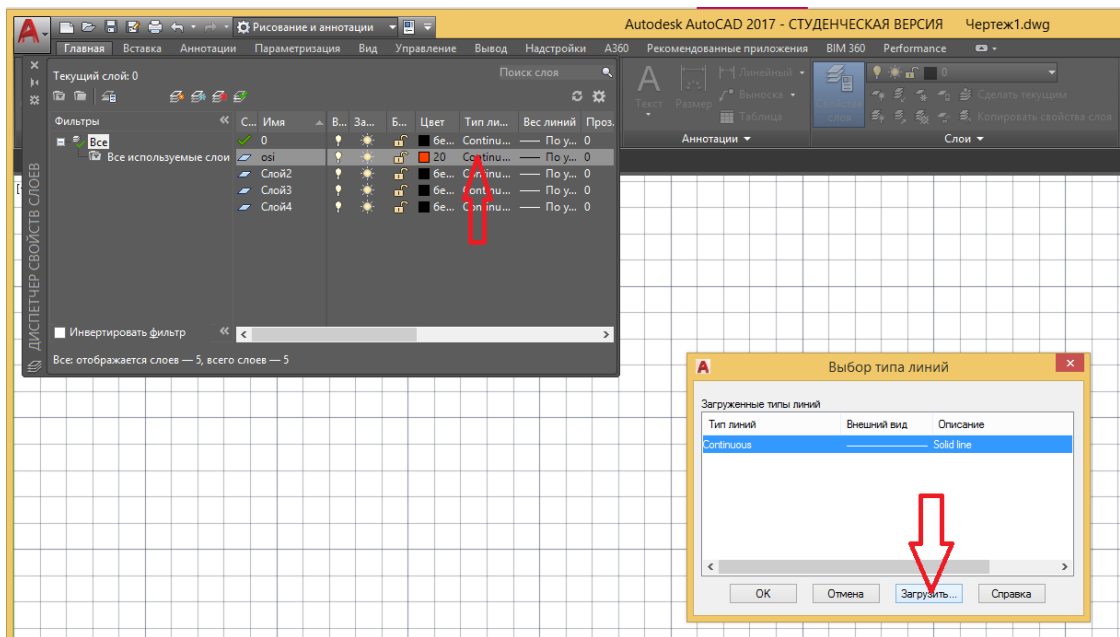

Рис. 2.9. Диалоговое окно Свойства слоя
- На панели инструментов щелкните на кнопку Свойства слоя (рис.2.9).